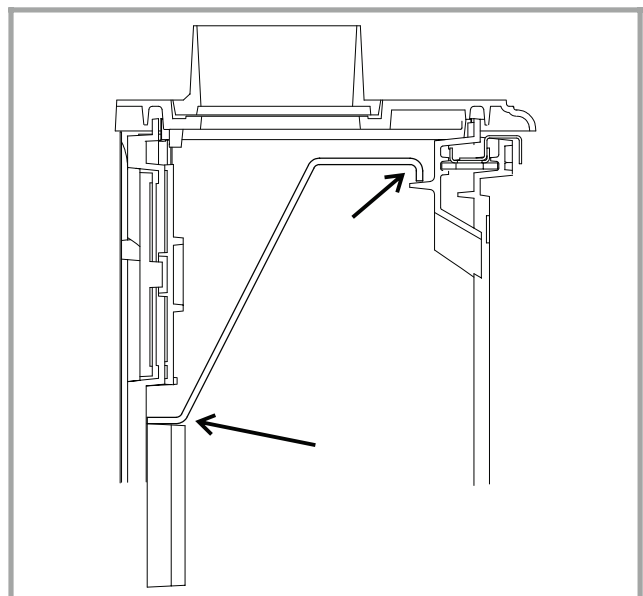

Figure 9 - Mise en place de la chicane
- Enlever la chicane interne (fig. 9) et l'écran pare-chaleur arrière.
- Replacer la chicane interne (fig. 9) et le dessus fonte.